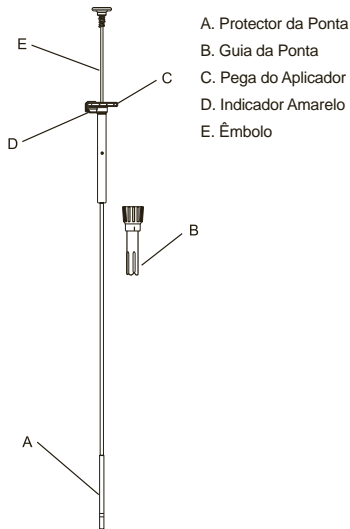

Figura 1 - Aplicador
- Mantenha o alinhamento correcto do indicador amarelo de referência com a seta vermelha da sonda de biopsia ao distribuir as compressas (Figura 1).
Consulte a Figura 1 para visualizar o diagrama do Aplicador.